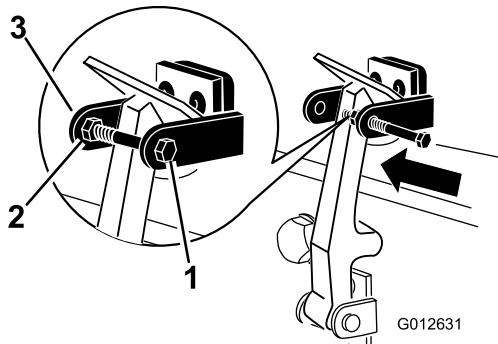

図 15
7. フードロックブラケットのもう一方のアームにボルトを取り付けてラッチを固定する(図 15)。ボルトはしっかりと固定するがナットの締め付けは行わないこと。